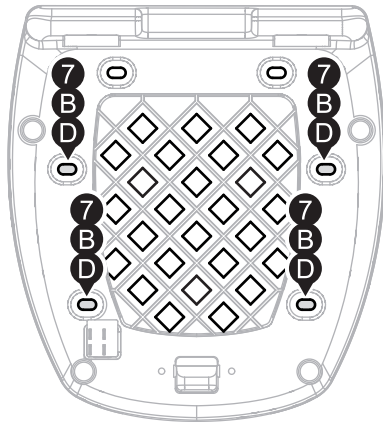

Abbildung 1 / Illustration 1
Benutzen Sie für die Montage der T-RaY Basisplatten die beiliegenden Anbauteile sowie die Schrauben (7) und Muttern (8). Verschrauben Sie die Basisplatte an den in **Abbildung 1** und **2** gezeigten Anbaupunkten. Die übrigen Anbauteile entfallen bei der Montage.